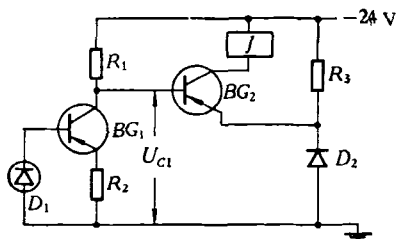

图7 光电开关电路
(1) 光电开关电路: 电路图7由硅光电池和两个反相器BG₁,BG₂构成。当有足够光照时硅光电池便产生较大的电动势,使BG₁管导通,BG₂管截止。当光线被挡住时BG₁管截止,BG₂管导通,继电器动作。为了使BG₁导通时BG₂可靠的截止,在BG₂发射极串入硅二极管2CP12,该管两端始终有0.7V左右的压降。若BG₁导通时u_{e1}≈0.3V则此时BG₂基极间约有0.4V的反向偏压,这样可以省去一个反向偏置电源。